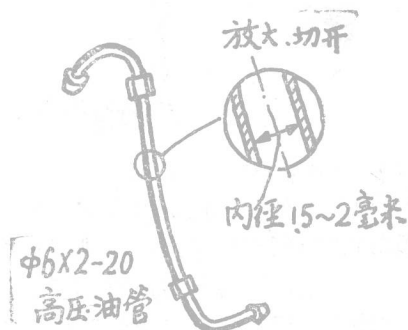

图9 使用不合格高压油管引起故障
(8)使用不合格的零件引起的故障。柴油机零件都有严格的规格和技术要求。若使用某些不合格零件将会招致故障。例如，高压油管规格是 $\phi 6 \times 2-20$ ，孔径为1.5~2毫米，若使用孔径为3毫米的油管，就会使柴油机供油规律发生变化，引起起动困难、“敲缸”等故障（见图9）。